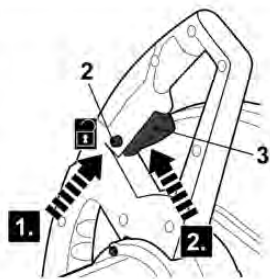

Fig. 9
- > Apăsăți și țineți butonul de blocare (2) și apoi apăsați butonul de pornire/oprire (3) pentru a porni produsul (Fig. 9). Eliberați butonul de blocare după aceea.
- > Eliberați butonul de PORNIRE/OPRIRE (3) pentru a opri produsul.